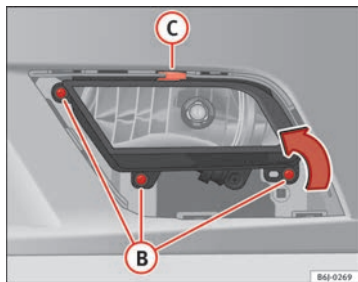

Abb. 160 Nebelscheinwerfer
- Entfernen Sie die Schrauben (3x) ⇒ Abb. 160 (B), um den Nebelscheinwerfer herauszunehmen.
- Ziehen Sie die Metallklammer an der Oberseite des Nebelscheinwerfers zur Außenseite des Fahrzeuges ab ⇒ Abb. 160 (C).